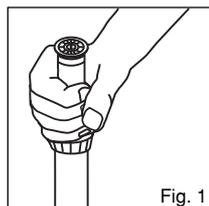

Fig. 1
2. Débrayez le porte-buse (Fig. 1) et faites coïncider le côté droit du secteur d'arrosage (vu de derrière de l'arroseur) avec le côté droit de la zone à arroser.